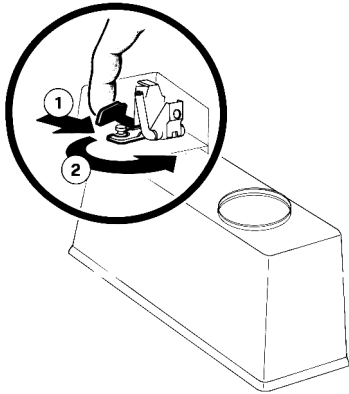

figura 6
sganciarlo, assieme al coprirubinetto, dal contenitore bevanda (vedere figura 6).
2 - Smontare il contenitore dall'apparecchio e capovolgerlo. Sganciare (1) la leva smontaggio rubinetto e contemporaneamente ruotare (2) verso sinistra (senso antiorario) tutto il corpo rubinetto fino a sganciarlo, assieme al coprirubinetto, dal contenitore bevanda (vedere figura 6).
- 1 - Riagganciare coprirusinnetto e corpo rubinetto al contenitore con operazioni inverse a quelle descritte per lo smontaggio (vedere figura 6).
- 1 - Riagganciare coprirubinetto e corpo rubinetto al contenitore con operazioni inverse a quelle descritte per lo smontaggio (vedere figura 6).